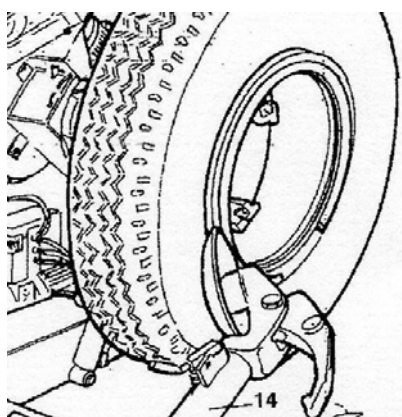

Рисунок 27
8.6.2 Опустите рычаг монтажного инструмента (поз. 14, Рисунок 27) в рабочее положение для внешней стороны колеса, убедитесь в его надёжной фиксации на каретке.